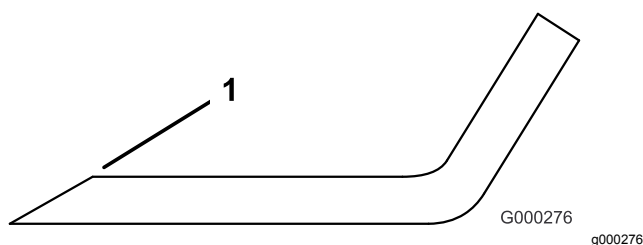

Figura 111
3. Examine as partes cortantes de todas as lâminas. Afie as extremidades de corte se estas apresentarem sinais de desgaste ou ranhuras. Afie apenas a zona superior da parte cortante e mantenha o ângulo de corte original para garantir um desempenho eficaz da lâmina (Figura 111). A lâmina mantém o equilíbrio se for retirada a mesma quantidade de metal de ambas as partes cortantes.